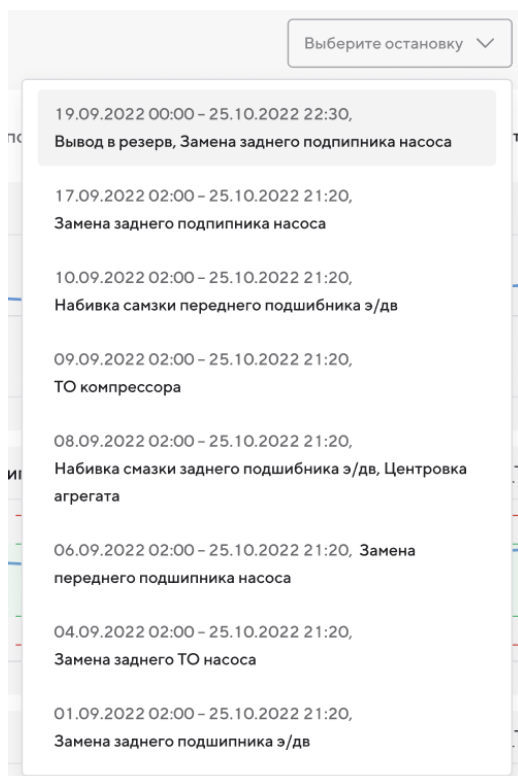

Рисунок 216 – Выпадающий список поля «Выберите остановку»
4. Нажмите на поле фильтра «Выберите остановку». Откроется выпадающий список с перечнем остановок выбранного оборудования (Рисунок 216). Перечень остановок зависит от выбранного периода времени в поле фильтра «Выберите периода».